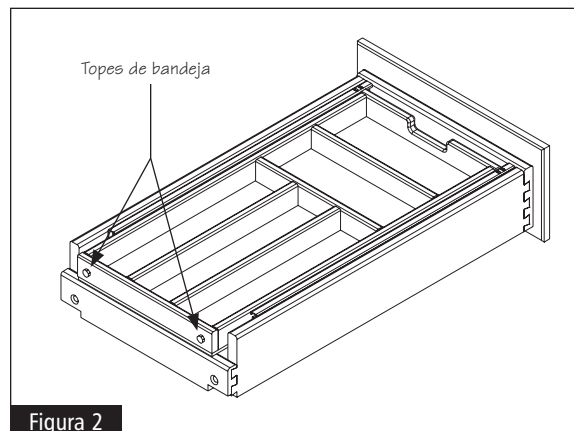

Figura 2
**3** Una dos (2) topes de bandeja a la parte posterior de la bandeja deslizante (consulte la figura 2).